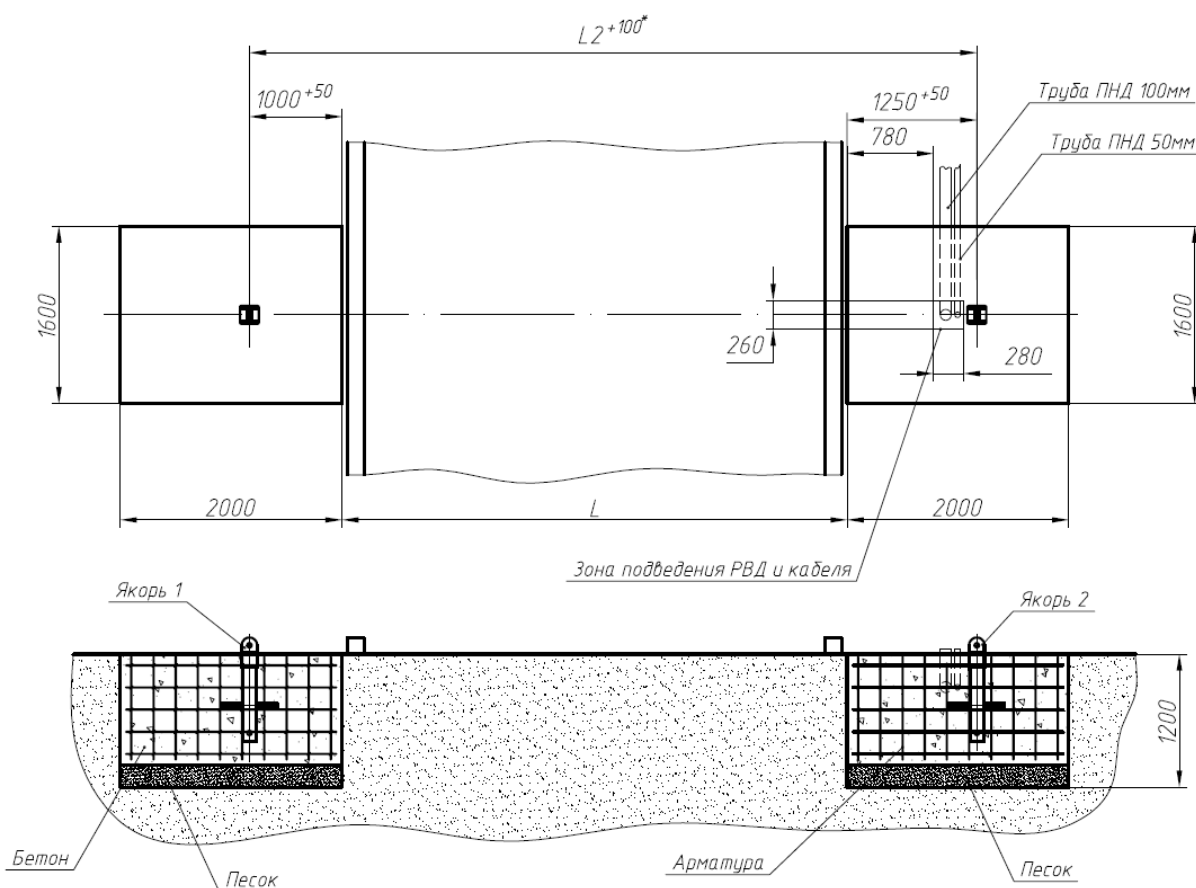

рис.2
1.1.4 Установить якоря, используя дополнительные временные опоры на края котлована, выложить армирующую сетку слоями, перевязанными между собой с шагом 200 мм (5 слоев при толщине бетона 1000мм) (рис. 2). Использовать арматуру диаметром не менее 12мм общей длины 398 метров (для укладки арматуры в пять слоев). Проложить трубу ПНД $\varnothing 100$ мм для укладки РВД. Проложить трубу ПНД $\varnothing 50$ мм для укладки кабеля управления. Допускается укладка труб ПНД в штробу, выполненную после застывания бетона.
1.1.5 Залить котлованы бетоном, обеспечив горизонтальную плоскость на уровне дорожного полотна. Использовать бетон марки М300 или более качественный. Дальнейшие работы производить после полного застывания бетона (рис. 2).